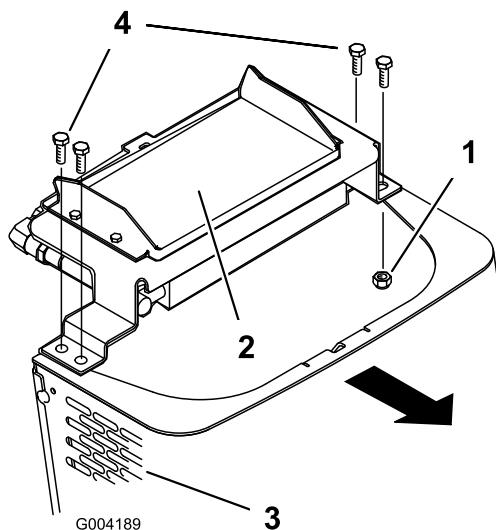

Figura 29
6. Rimuovete i bulloni di spallamento e i dadi che fissano il radiatore dell'olio alla parte superiore della griglia anteriore (**Figura 29**).